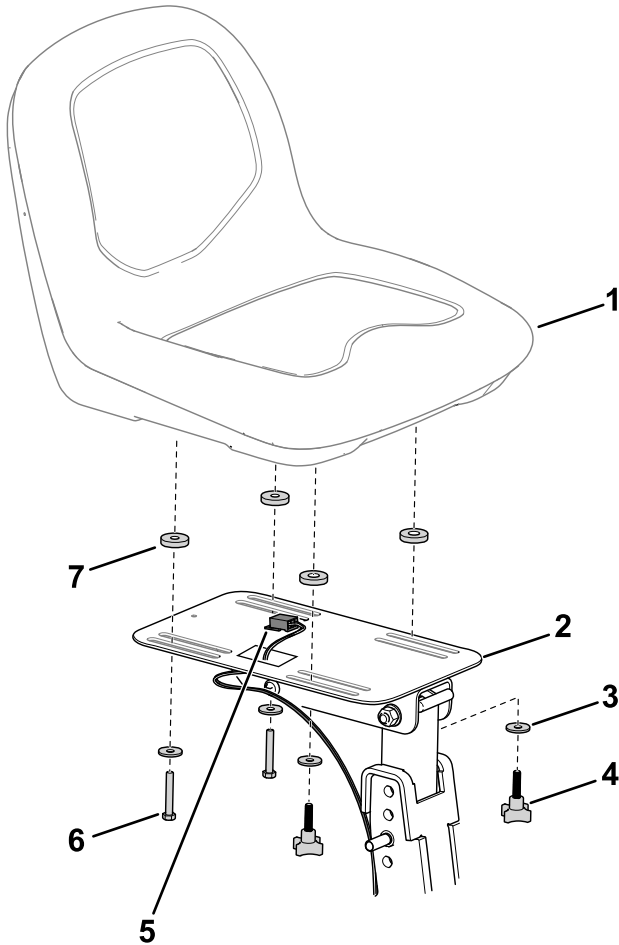

Figure 16
1. Débranchez le connecteur du faisceau de câblage (Figure 16) du siège.
4. Branchez le connecteur de faisceau (Figure 16) sur le siège.
5. Fixez le siège et l'écran pare-chaleur sur le socle du siège à l'aide des fixations retirées précédemment (Figure 16).
2. Retirez les fixations qui retiennent le siège sur son socle (Figure 16) et déposez le siège.